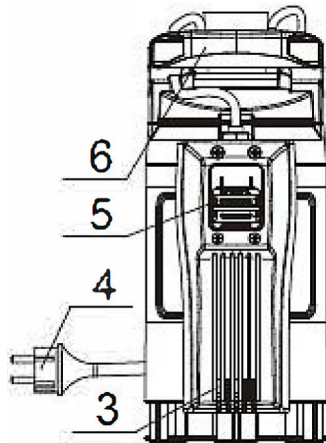

Abb. 11: Manueller Betrieb der Pumpe
Schritt 2: Schieben Sie den Schaltknopf 5 (Abb.11) auf Manuell.
Schritt 3: Stellen Sie die Pumpe auf eine feste Oberfläche oder verwenden Sie ein Seil, das durch das Bohrloch im Tragegriff 6 (Abb.11) befestigt ist, um die Pumpe in einen Brunnen oder Schacht einzutauchen.
Schritt 4: Stecken Sie das Netzkabel 4 (Abb.11) in eine Netzsteckdose.